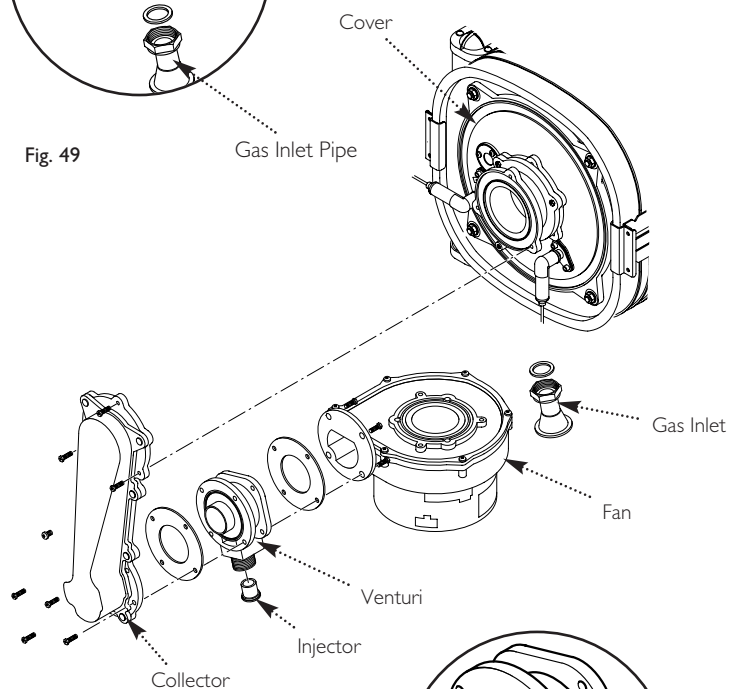

Fig. 48
12.3 Fan (Fig. 48)
12.4 Venturi (Fig. 48)
12.5 Injector (Fig. 48)